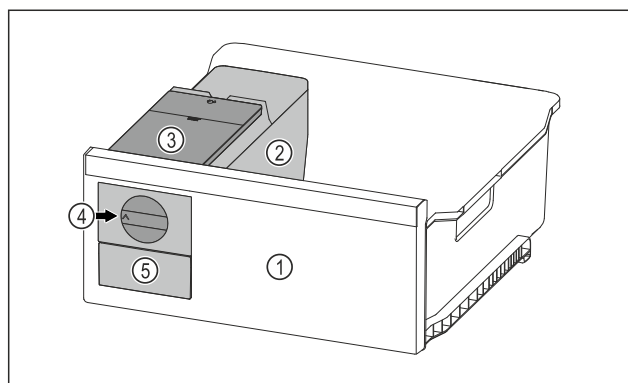

Fig. 96 Voorbeeld
- Draaiknop Fig. 96 (4) rechtsom tot aan de aanslag draaien.
- Ijsblokjes vallen uit de ijsblokjeschaal in de ijsblokjeslade Fig. 96 (5).